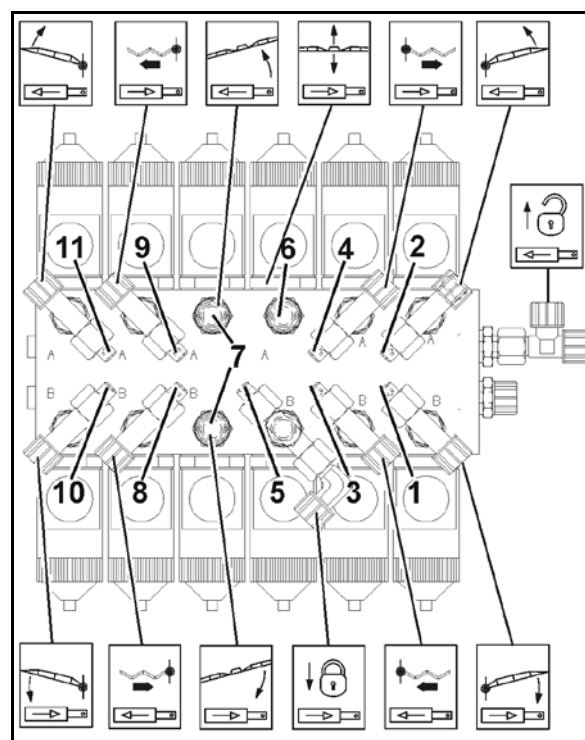

Fig. 170
1. Kontramøtrikken på indstillingsbolten (Fig. 170/1) løsnes.